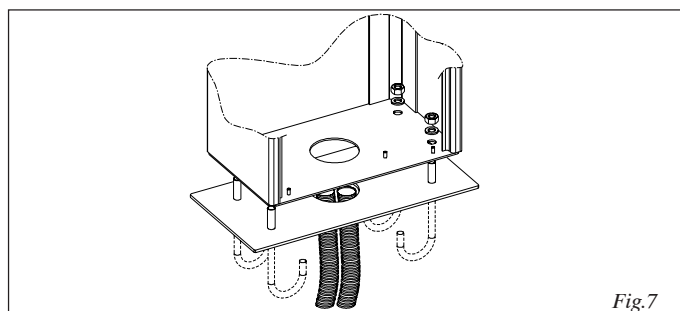

Fig.7
- fissare il montante sulla piastra di fondazione tramite i quattro dadi in dotazione come da fig.7.